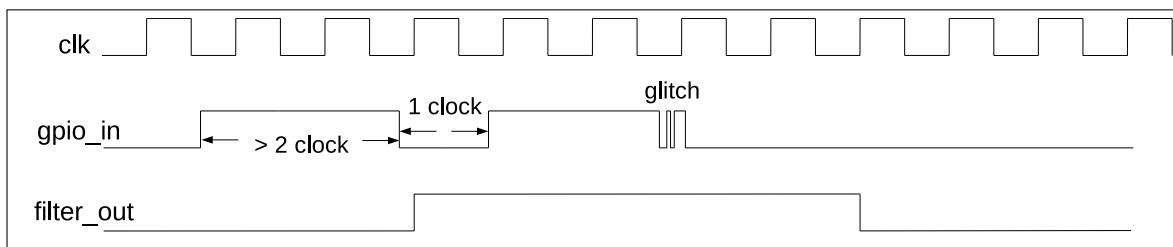

图 6-4. GPIO 输入信号滤波时序图
- 可选：置位 IO_MUX_FILTER_EN 使能 GPIO 管脚的输入信号滤波功能，如图 6-4 所示。只有当输入信号的有效宽度大于两个 APB 时钟周期时，输入信号才会被采样。否则，输入信号将会被滤掉。